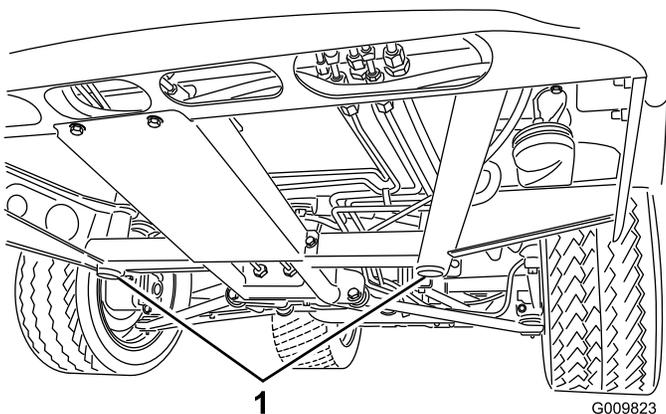
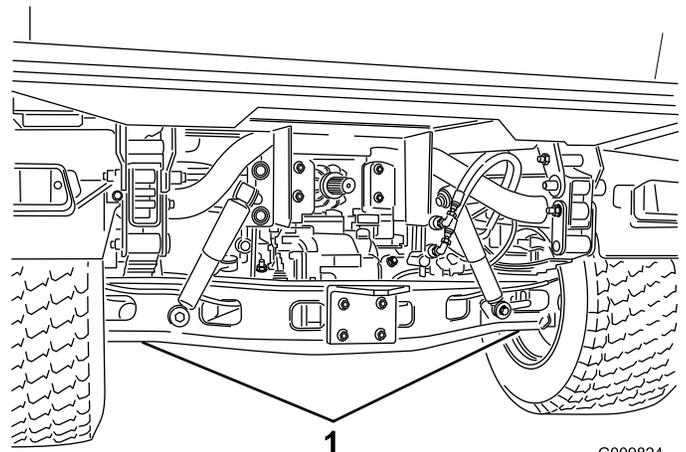

Bild 45
Bild 46
- Die Hebestelle vorne an der Maschine befindet sich unter der mittleren Rahmenstütze vorne (Bild 45). Die Hebestelle hinten an der Maschine befindet sich unter der Achse (Bild 46).